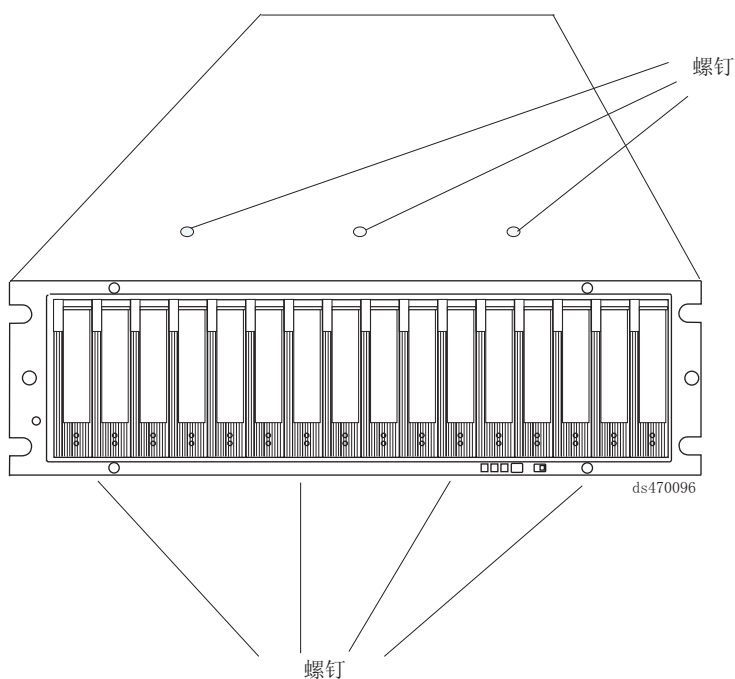

图 40. 将机箱顶部和底部固定到机架的螺钉
- 将机箱从机架前端拉出，以将其卸下。将它放在水平平面上。找到机箱顶部在一排上的三颗 Phillips 螺钉和机箱底部在一排上的四颗 Phillips 螺钉，如图 40 中所示。使用 1 号十字螺丝刀，卸下这七颗 Phillips 螺钉。保管好这些螺钉。
18. 安装将前机架固定到 EXP520 机箱（在步骤第 84 页的 13 中卸下）的七颗 Phillips 螺钉（三颗在顶部，四颗在底部），如第 84 页的图 40 中所示。